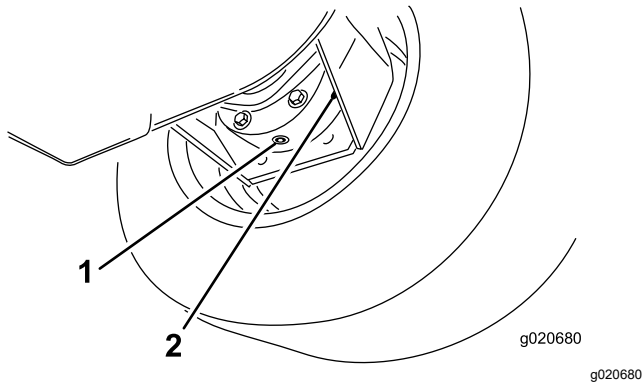

Figura 71
- Coloque un recipiente debajo del alojamiento del freno, retire el tapón y deje que se drene el aceite (Figura 71).